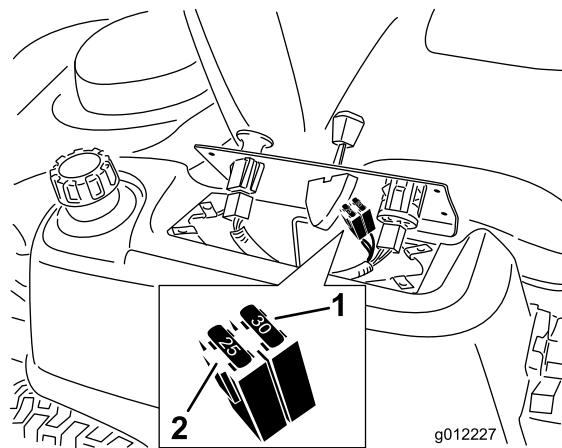

Figure 37
- Soulevez le panneau de commande pour accéder au faisceau de câblage principal et à la boîte à fusibles (Figure 37).
- Pour remplacer un fusible, tirez dessus pour l'enlever (Figure 37).